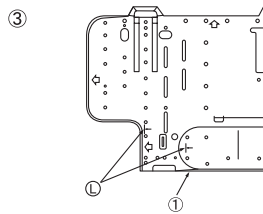

Fig. 3-7
- ③ Au cas où le tuyau évasé serait encastré d'avance dans le mur: (Fig. 3-7)